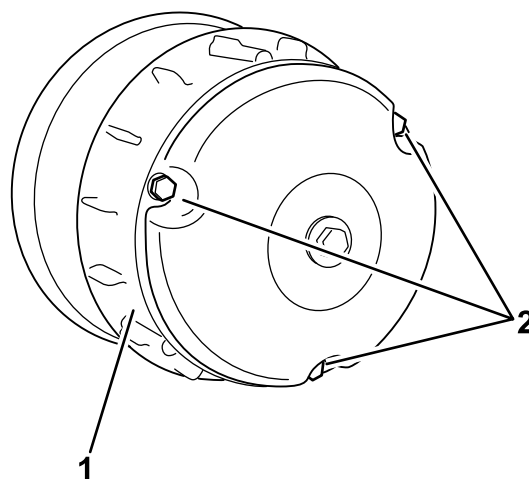

Figure 41
3. Retirez les trois boulons de fixation du couvercle de l'embrayage et déposez le couvercle (Figure 41).